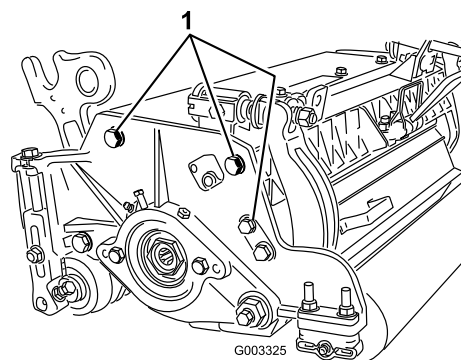

図 11
**注** リールと後ローラとの平行関係は、カuttingユニット全体の組み立て精度により保証されていますから、調整は不要です。極わずかの狂いの調整は以下の方法により可能です：カuttingユニットを定盤の上に乗せ、サイドプレート固定キャップスクリューをゆるめる（図 11）。きちんと調整してキャップスクリューを締め付ける。キャップスクリューを 27-33 ft-lb (37-45 Nm=3.7-4.6 kg.m) にトルク締めする。